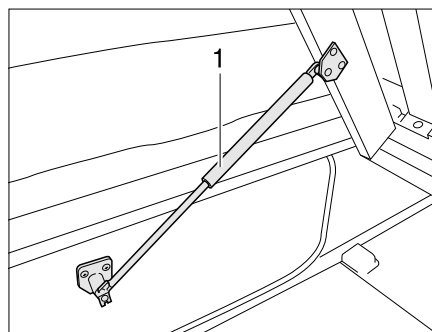

Bild 90 Festes Bett
- Lattenrost anheben. Die Gasdruck-Federn (Bild 90,1) halten den Lattenrost in geöffneter Stellung.